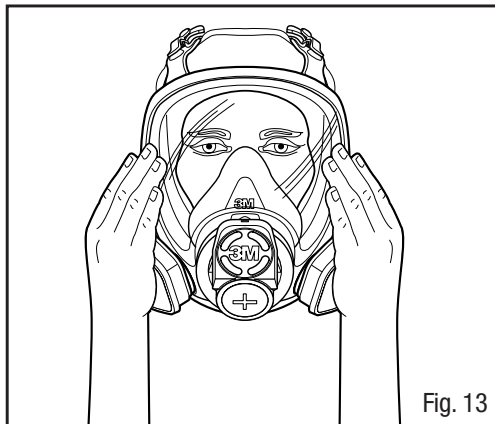

Fig. 13
1. Placer les paumes de la main sur la surface de la cartouche ou sur la zone ouverte du dispositif de retenue de filtre 501 3M^{MC} et inhaler doucement. Si le masque s'affaisse légèrement, qu'il se resserre sur le visage et qu'on ne détecte aucune fuite d'air entre le visage et le masque, l'ajustement est bon (Fig. 13).